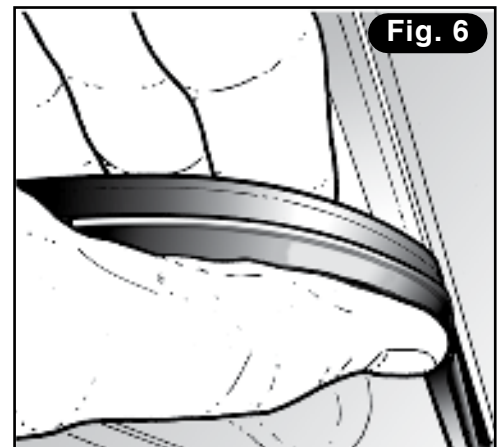

Fig. 6
- 5) Beginnend von der Mitte im hinteren Teil der Nut des Deckels (Scharnierseite) die Dichtung über den gesamten Verlauf der Nut einsetzen, dabei (**Abb. 6**):
- 4) Stift herausnehmen und Deckel nach hinten neigen, dabei auf eine stabile Unterlage legen (**Abb.6**)